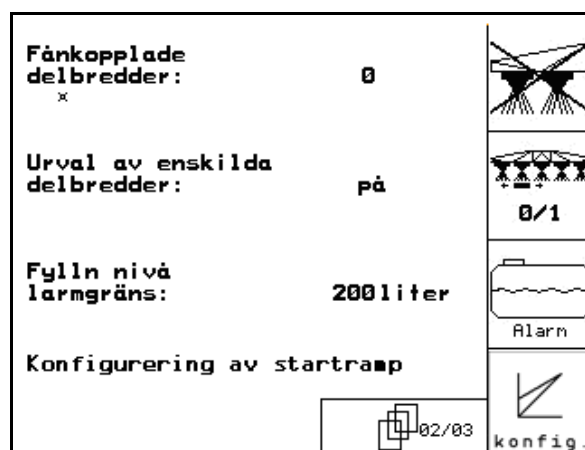

Bild 9
Sidan två 02/05 (Bild 9)
-  Avaktivera delbredder permanent. Siffran som visas (Bild 9) anger antalet permanent avaktiverade delbredder (siffran 0 = inga delbredder avaktiverade). (se sidan 30).